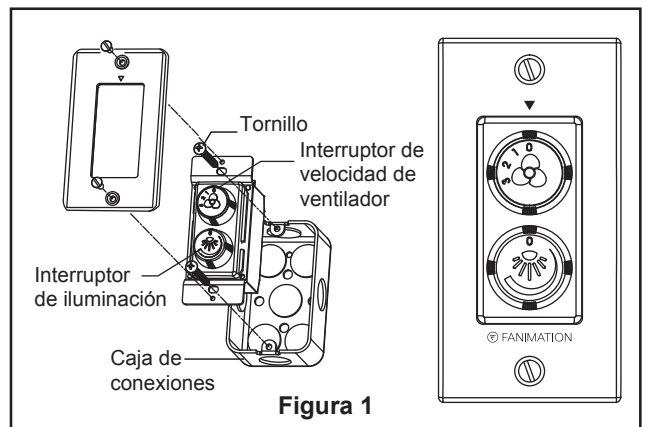

Figura 1
1. Asegure el control instalado en la pared en la caja de conexiones con los dos tornillos suministrados. A continuación, la placa frontal fija el control de pared con los dos tornillos pintados. (Figura 1)